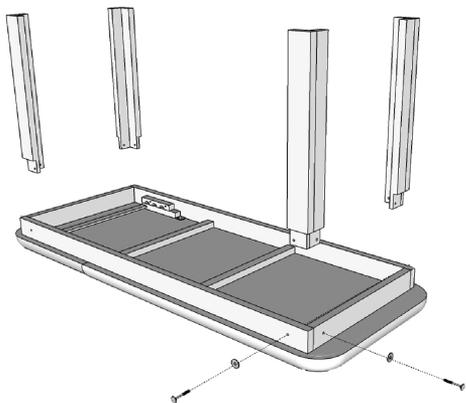

Fig.7
3. Una volta aperto l'imballo in pluriball svitare i dadi che trattengono le cavicchie e le rondelle. Posizionare il lettino capovolto ed inserire le gambe nelle apposite sedi seguendo la numerazione riportata su di esse. Inserire le cavicchie come in Fig.7 ed assicurarsi di stringere bene i dadi